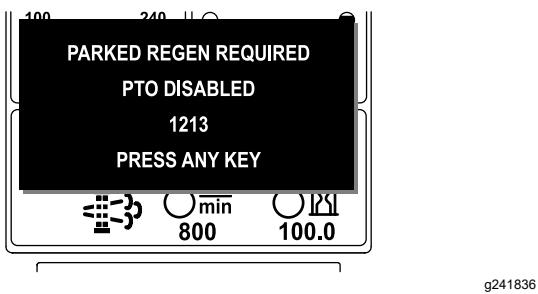

Figure 50
- Si vous n'effectuez pas de régénération en stationnement dans les 2 heures, l'InfoCenter affiche qu'une régénération en stationnement est nécessaire – prise de force désactivée Avis N° 1213 (Figure 50).